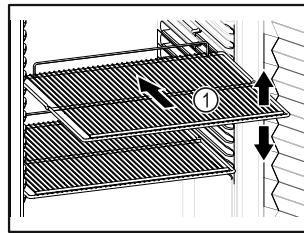

Fig. 40 Beispielhafte Darstellung
- Wenn Abstellroste Fig. 40 (1) versetzbar sind, je nach Höhe anpassen.